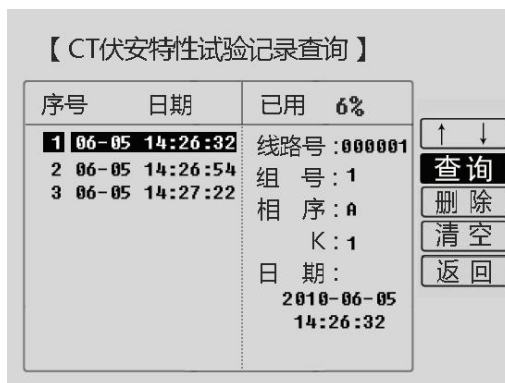

图 23 伏安特性记录查询操作界面
4) : 通过旋转鼠标将光标移动至 选项并按下，进入已存储的数据序号选择界面（如图 22）。通过旋转鼠标的左旋或右旋，用户可浏览每一组试验记录的序号，并在右边显示该组试验记录的相关信息，选定序号后再按下旋转鼠标，该组试验记录的序号和日期部分反色，光标回到右边的操作项上（如图 23）。用户可选择查询、删除、清空数据。